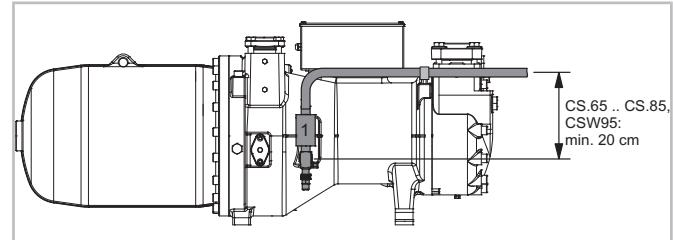
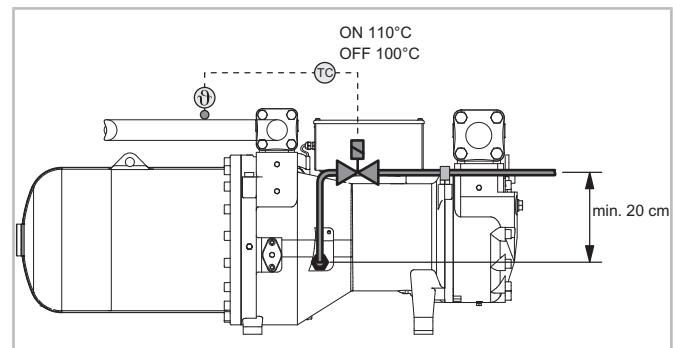

Abb. 5: Rohrführung der ECO-Sauggasleitung am Verdichter
Abb. 6: Rohrführung für Kältemitteleinspritzung (LI) mit Kältemitteleinspritzventil
Optionale Leitungen für Economiser (ECO) (nicht bei CSH95), siehe Abbildung 5, Seite 17 und/oder Kältemitteleinspritzung (LI), siehe Abbildung 6, Seite 17 müssen vom Anschluss aus zunächst nach oben geführt werden. Dies vermeidet Ölverlagerung und Beschädigung der Komponenten durch hydraulische Druckspitzen (vgl. Handbuch SH-170).